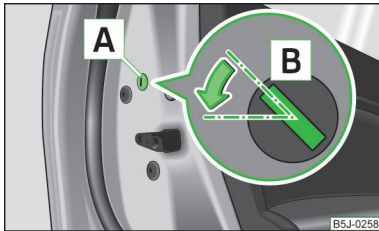

Abb. 13
- Die Blende **A** abbauen » Abb. 13.